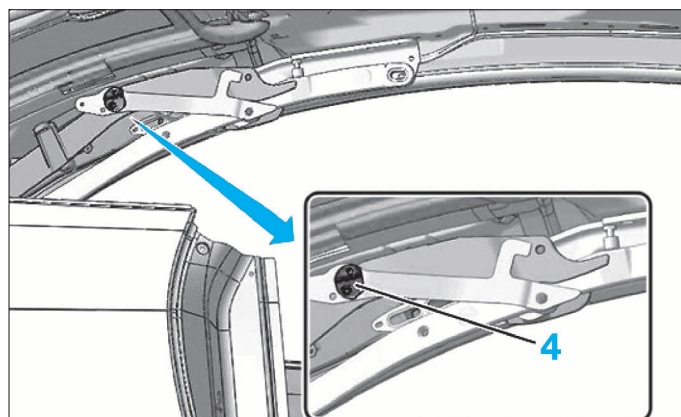

FIG. 104
- Régler le positionnement de l'excentrique (4) jusqu'à obtenir le bon réglage en affleurement lunette/custode (Fig.104).